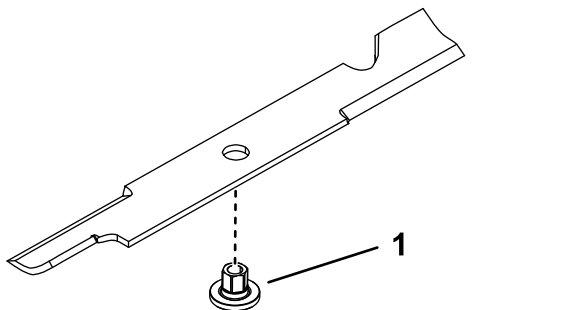

Рисунок 78
1. Встановіть втулку через ніж з фланцем втулки на нижній (трав'яній) стороні ножа (Рисунок 78).